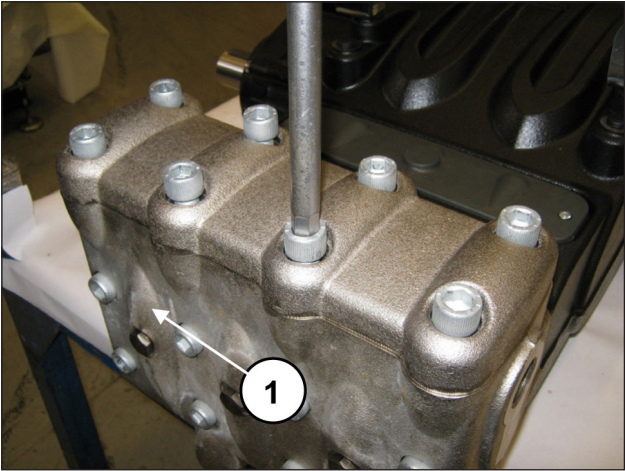
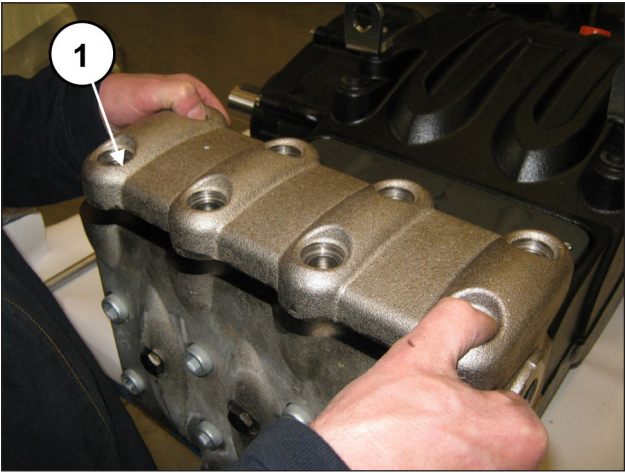

图 96
图 97
拧松阀盖的8个M16x55螺栓（①，图 96）并拆除阀盖（①，图 97）。